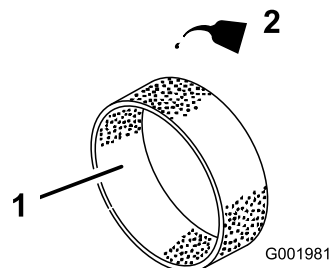

Figura 45
4. Coloque 30 ou 60 ml de óleo no filtro (Figura 45).